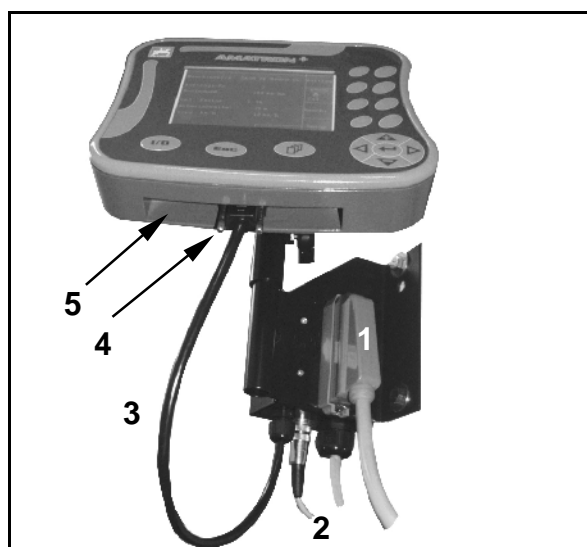

Fig. 185
1. Verbinden Sie das Anschlusskabel (Fig. 185/1) vom Maschinenrechner mit dem **AMATRON +**.
2. Schließen Sie das Signalkabel (Fig. 185/2) von der Schlepper-Signal-Steckdose oder vom Sensor X an die Schlepper-Grundausrüstung an.
3. Stecken Sie den Stecker vom Verbindungskabel (Fig. 185/3) in die mittlere 9-polige Sub-D-Buchse (Fig. 185/4) am **AMATRON +** ein.
Die serielle Schnittstelle (Fig. 185/5) ermöglicht die Anbindung eines GPS-Terminals.